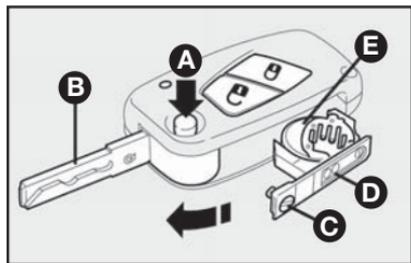

fig. 4
– apertar o botão **A**—fig. 4 e colocar o encaixe metálico (**B**) na posição de abertura.